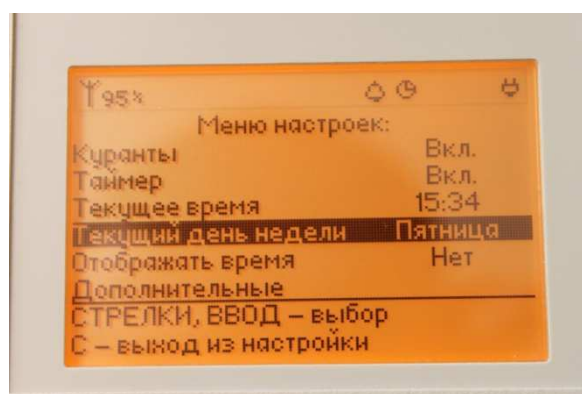

Рисунок 5.
2.5. Выберите «Текущий день недели» и нажмите клавишу **«ВВОД»** (рис. 5).